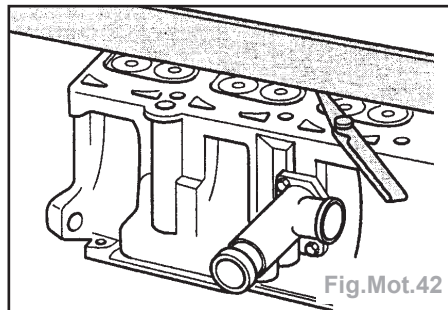

Fig.Mot.42
- Contrôler la culasse (Fig.Mot.42) :